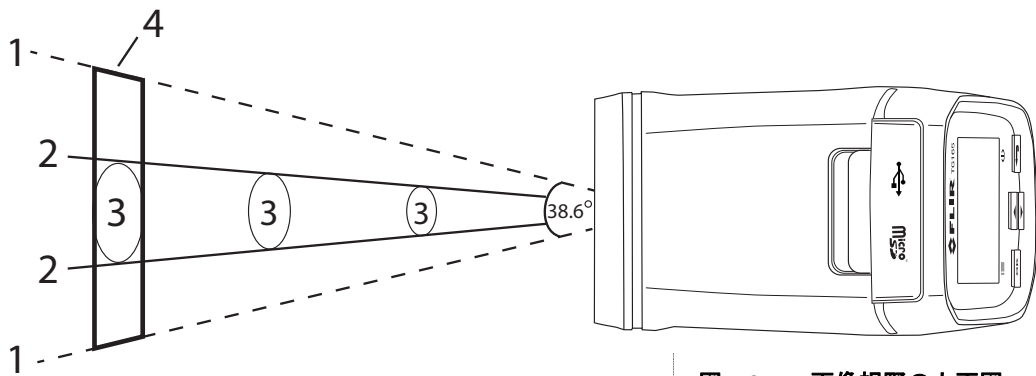
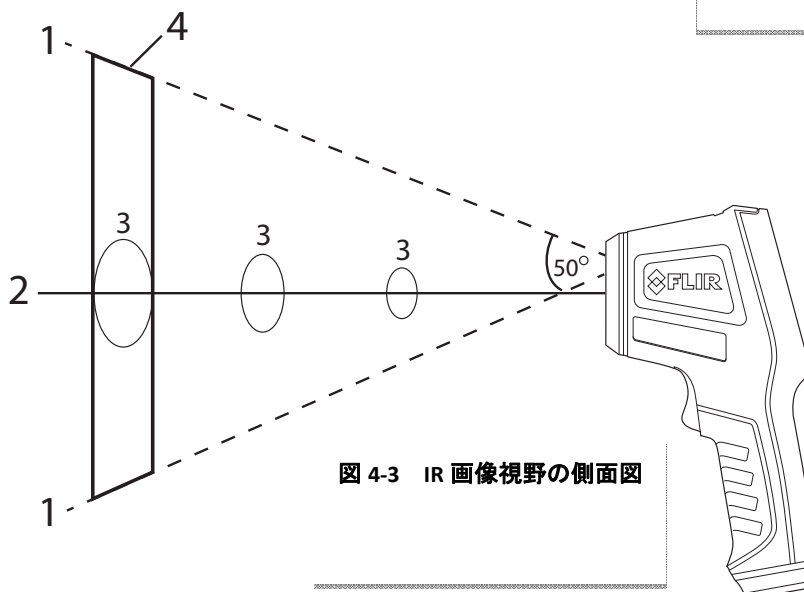

図 4-2 IR 画像視野の上面図
図 4-3 IR 画像視野の側面図
- 図 4-2 は 2 つの点線 (1) が ID 視野角 (38.6 度) の左と右 (水平方向) の境界を示すものを上から見たところです。
- 図 4-3 は点線 (1) が ID 視野角 (50 度) の上と下 (垂直方向) の境界を示すものを横から見たところです。
- 図 4-2 は 2 つの実線が IR 温度計の視野を示しています。
- 図 4-2 では、楕円 (3) が IR 温度計の測定点の直径を示します。
- 図 4-2 では、レーザーポインタ (2) がエリア (3) を囲みます。図 4-3 では、レーザーの平面 (2) が 2 つではなく 1 つの線として示してあります (側面から見るとレーザーは同じ面にあるため)。